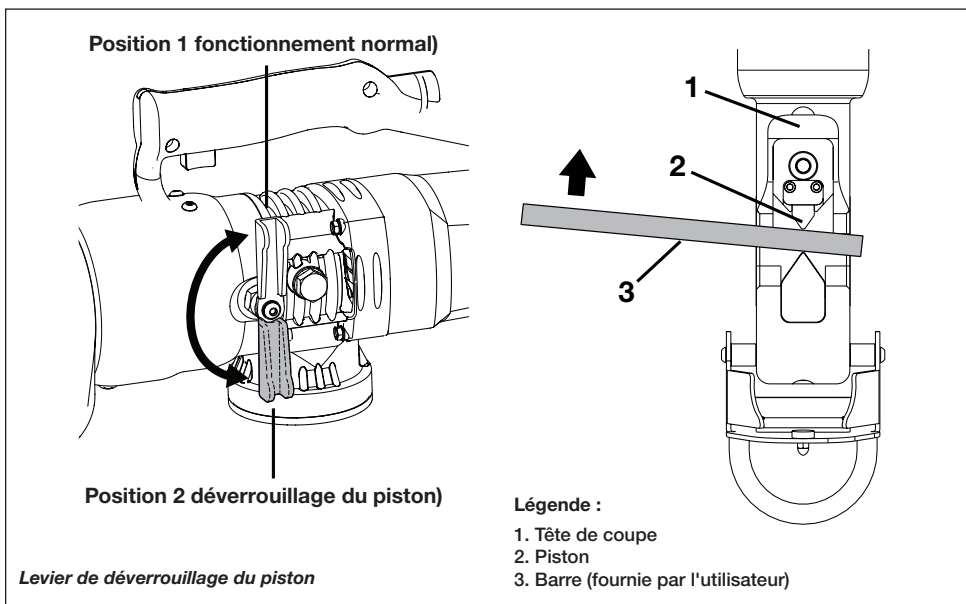

Figure 17, Procédure de rétraction manuelle du piston
3. Actionnez le levier de déverrouillage du piston vers la gauche pour libérer le piston. Voir la Figure 17, position 2.
4. À l'aide d'un morceau de barre d'acier, poussez manuellement le piston dans le corps du sectionneur jusqu'à le ramener à la position d'origine. Voir la Figure 17, élément 3. Cela doit permettre de déloger la saleté ou tout autre corps étranger susceptible d'empêcher la rétraction du piston pendant le fonctionnement normal.
5. Actionnez le levier de déverrouillage du piston à fond sur la droite pour ramener le sectionneur en mode de fonctionnement normal. Voir la Figure 17, position 1.
8. Nettoyez la partie exposée du piston. Enlevez les débris, les copeaux ou la saleté de cette zone. Voir la Figure 17, élément 2.